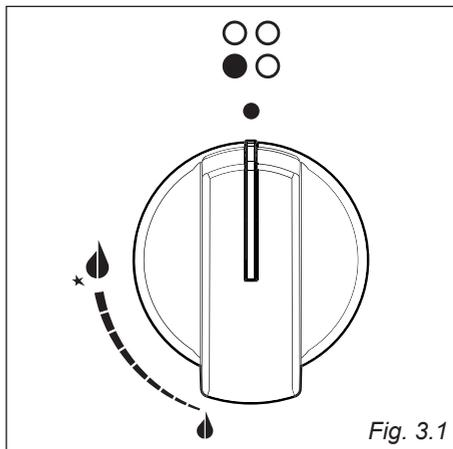

Fig. 3.1
L'afflusso del gas ai bruciatori è regolato da un rubinetto valvolato comandato dalla manopola di fig. 3.1.
- √ L'accensione elettrica è incorporata nelle manopole dei bruciatori e si identifica per il simbolo ★ vicino al simbolo  (fig. 3.1).